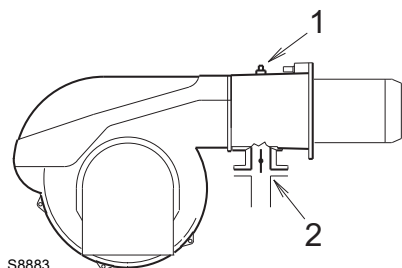

Fig. 39
Pressione del gas misurata alla presa 1)(Fig. 39), con:
Perdita di carico farfalla gas 2)(Fig. 39) con apertura massima: 90°.
- Sottrarre dalla pressione del gas alla presa 1)(Fig. 39) la pressione in camera di combustione.
- Pressione del gas alla presa 1)(Fig. 39) = 8 mbar
Per conoscere invece la pressione del gas necessaria alla presa 1)(Fig. 39), fissata la potenza MAX alla quale si desidera funzioni il bruciatore:
- Leggere sulla destra, colonna 1, la pressione alla presa 1)(Fig. 39).
pressione necessaria alla presa 1)(Fig. 39).